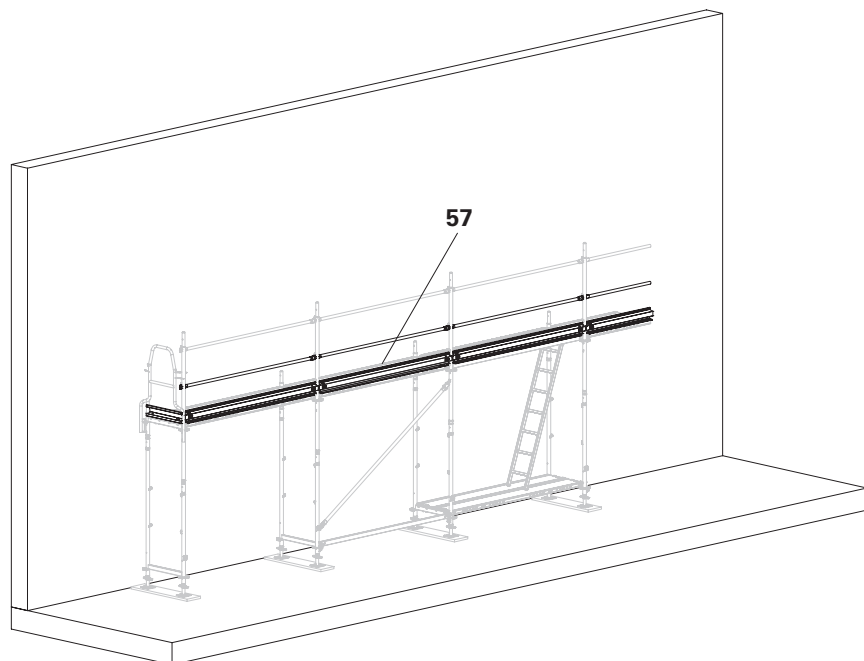

Bild B3.05
Istället för fotlist UPF kan även listplåt UPY (57) monteras. (Bild B3.05)